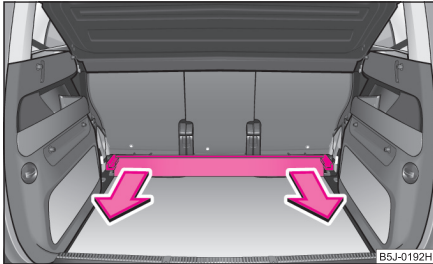

Abb. 8 Gepäckraum: Quertragschiene herausnehmen
- Fassen Sie die Quertragschiene ⇒ Abb. 8 und nehmen Sie diese durch Ziehen in Pfeilrichtung heraus.